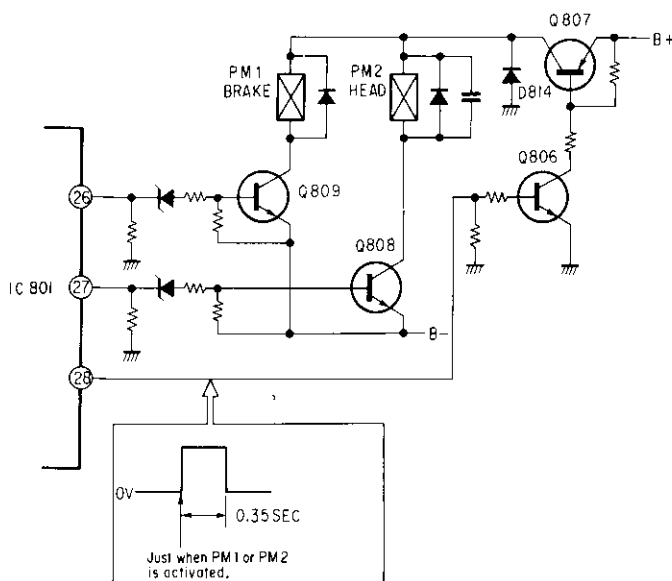

Fig. 8
**2. Magnetenansteuerschaltung (Siehe Abb. 8)**
**2. Solenoid Drive Circuit (See Fig. 8)**